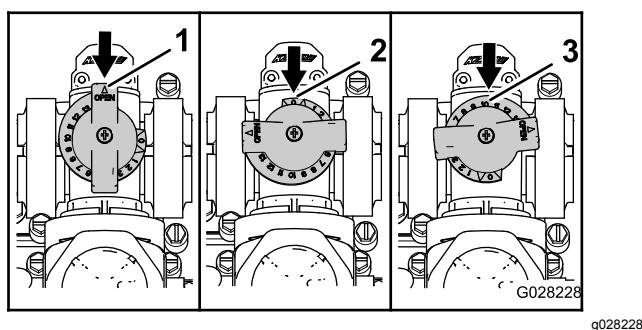

図 30
- ・攪拌バイパスバルブが全「開」位置: 図 30 の A
- ・攪拌バイパスバルブが「閉」(0) 位置: 図 30 の B
- ・攪拌バイパスバルブが中間位置システム水圧に合わせて調整された状態: 図 30 の A